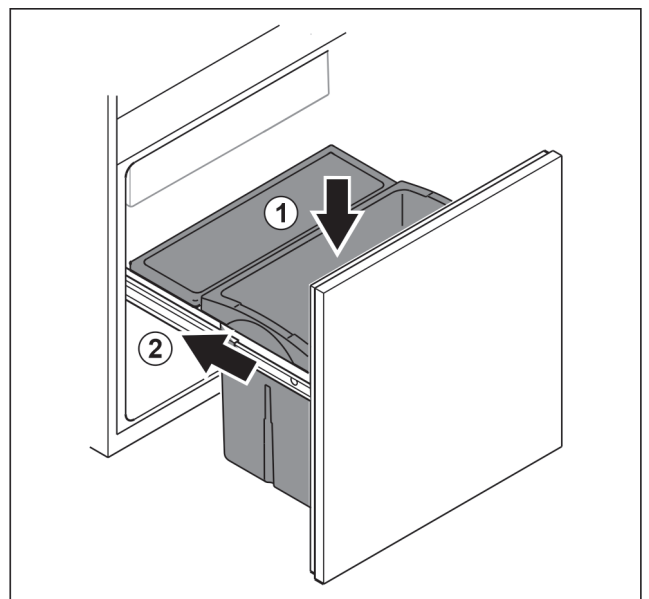

Fig. 81
- ▶ Inserire il cassetto dall'alto. Fig. 81 (1)
- ▶ Inserire il carrello spingendolo. Fig. 81 (2)